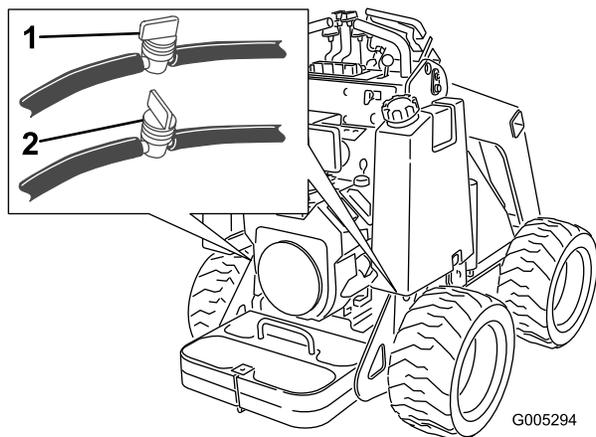

Рисунок 27
2. Закройте топливный клапан на днище каждого топливного бака (Рисунок 27).
3. Закройте топливные клапаны в шлангах около дниц топливных баков (Рисунок 27).
8. Откройте топливные клапаны в шлангах около дниц топливных баков, как показано на Рисунок 27.